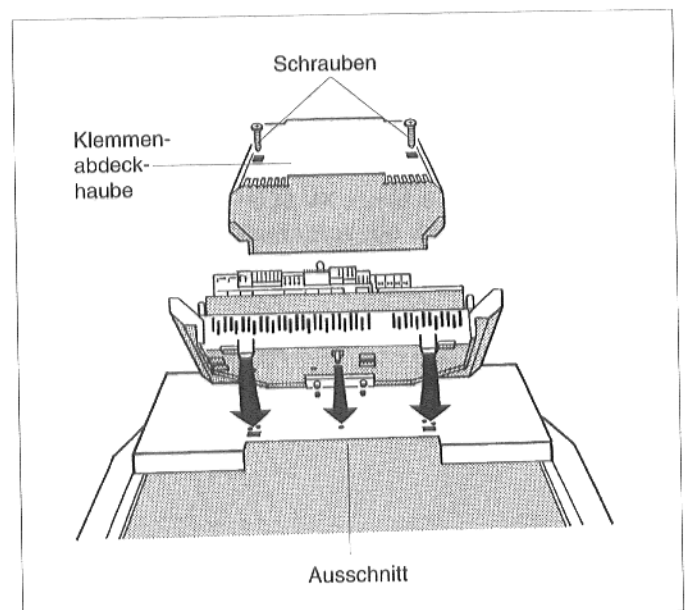

Abb. 13: Regelsystem 2000 öffnen und aufsetzen
- Die beiden Schrauben der Klemmenabdeckhaube des Regelgeräts herausdrehen. Klemmenabdeckhaube abnehmen (Abb. 13 bzw. 14).
Kapillarrohre der Temperaturfühler und, bei "Ecomatic"-Regelung, die Kesselwassertemperaturfühlerleitung dabei in den Ausschnitt in der vorderen Kesselhaube legen (Abb. 13 bzw. 14).
- Regelgerät nach vorne ziehen und dabei herunterdrücken, bis die beiden elastischen Haken in den hinteren Bohrungen einrasten (Abb. 13 bzw. 14).